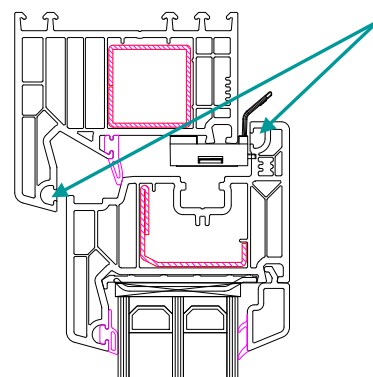

Рис.3 Уплотнение силиконом
7. Паз уплотнителя рамы и створки в местах, где он был вырезан рекомендуется уплотнить силиконом, как показано на Рис.3.